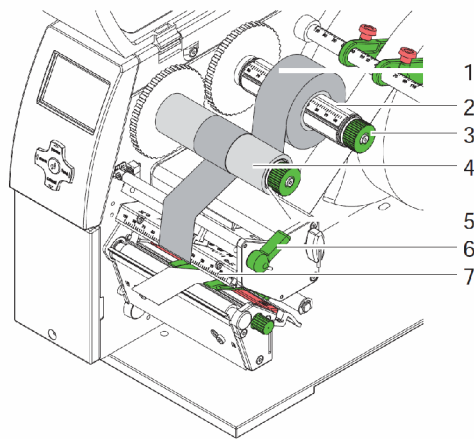

Abbildung 10 Transferfolie einlegen
6. Geeigneten Kern (4) auf den Transferfolienaufwickler (5) schieben und in analoger Weise wie die Folienrolle positionieren und fixieren.
7. Transferfolie wie in Bild 10 durch die Druckmechanik führen. Die durchgehende Linie gilt für Folien mit innen-gewickelter, die gestrichelte Linie für Folien mit außengewickelter Beschichtungsseite.
8. Transferfolienanfang mit einem Klebestreifen mittig am Transferfolienkern (4) fixieren. Bei der Verwendung von Kernen, die breiter als die Transferfolie sind, Skala (7) am Kopfwinkel zur Ausrichtung der Folie benutzen. Rotationsrichtung des Transferfolienaufwicklers entgegen dem Uhrzeigersinn beachten.
9. Transferfolienaufwickler (5) entgegen dem Uhrzeigersinn drehen, um den Transferfolienlauf zu glätten.
10. Hebel (6) in Uhrzeigerrichtung drehen, um den Druckkopf zu verriegeln.